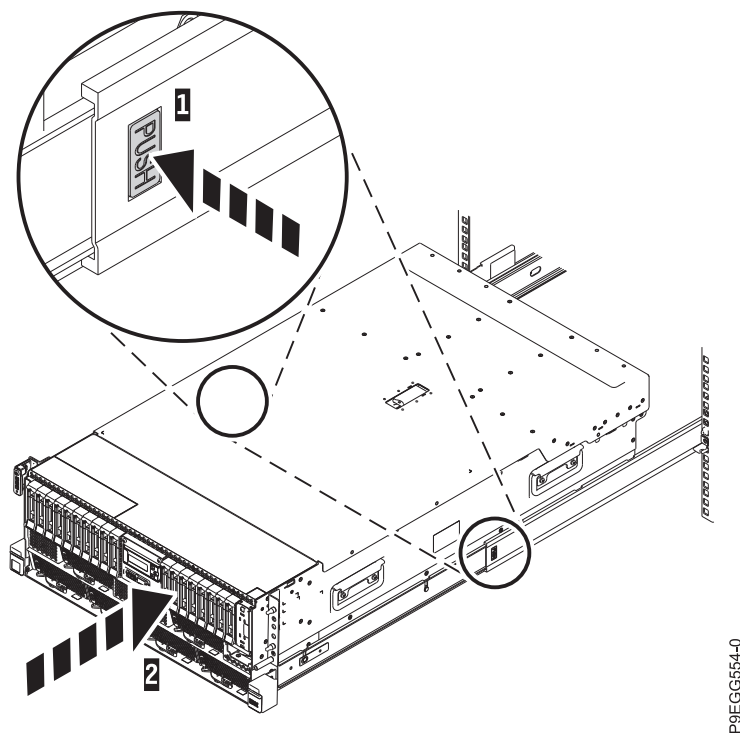

Figura 8. Pestillos de liberación y servidor
3. Levante los pestillos de liberación azules **(1)** de los rieles deslizantes y empuje el servidor **(2)** totalmente hacia el interior del bastidor hasta que quede encajado en su sitio. Para obtener detalles, consulte la Figura 8 en la página 9.